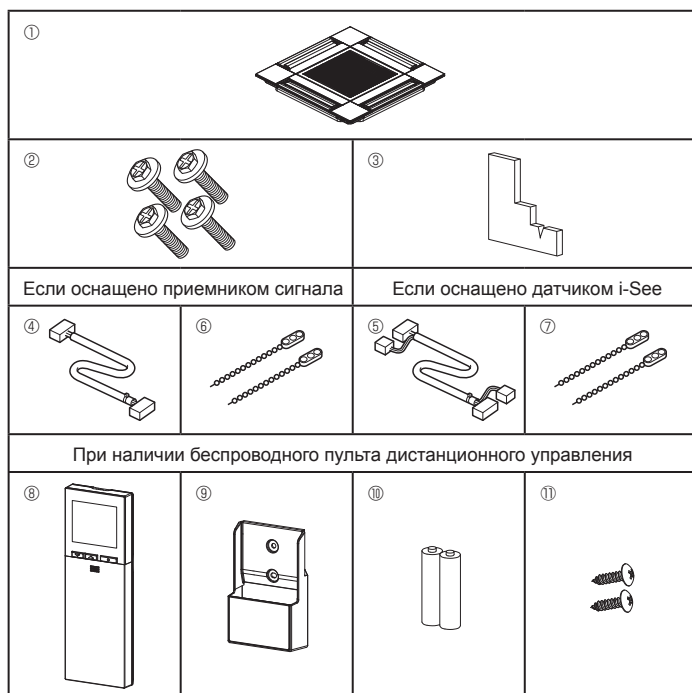

Fig. 6-1
6.1. Проверьте дополнительные принадлежности решетки (Fig. 6-1)